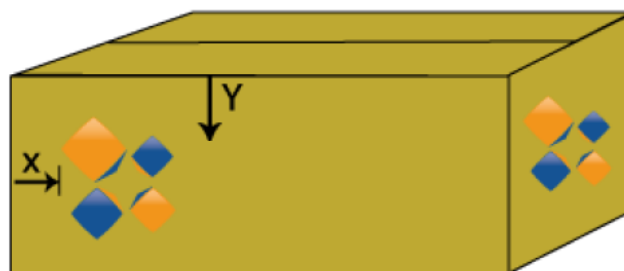

Fig. 23. Centrado.
2.-Centrado de impresión: Se refiere al posicionamiento correcto de la impresión, cuando se encuentre especificada en tarjeta de fabricación (Fig. 23).